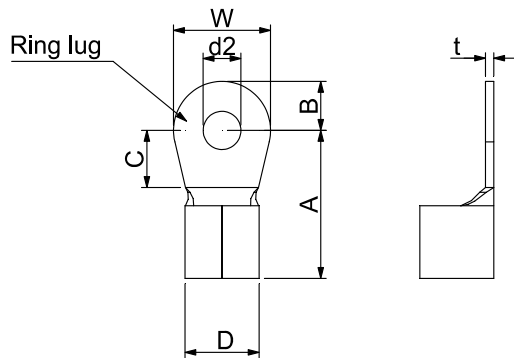

Figure 1.
- 主回路端子接線時需要附加使用環狀端子，環狀端子的規格請見 Figure 1。